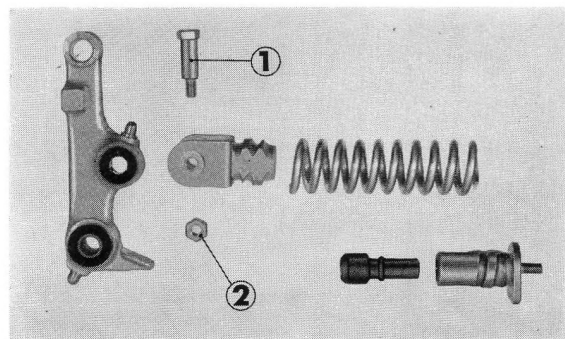

Figure 4-10: ① boulon de chape
② écrou de 8 mm
4. Oter l'écrou de 6 mm, démonter le boulon de chape et la chape. La suspension est alors désassemblée. (figure 4-10)